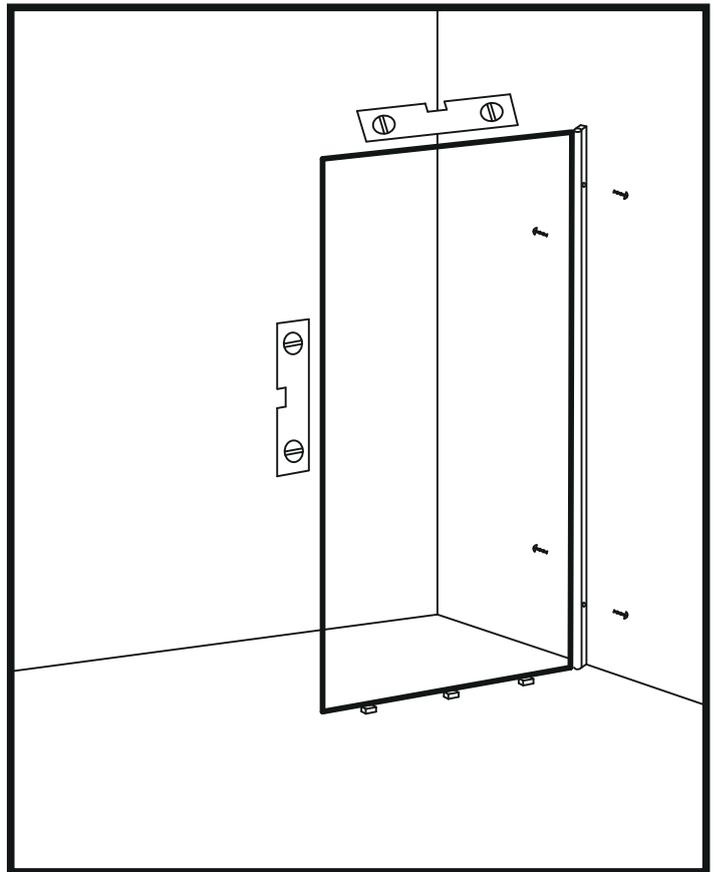

Abbildung 6
11. Markieren Sie die Befestigungspunkte für die Schrauben am Profil, sowohl innerhalb als auch außerhalb der Dusche. Messen und markieren Sie auf der einen Seite des Profils unten und oben etwa 10 cm und auf der anderen Seite etwa 20 cm. (Abbildung 6)